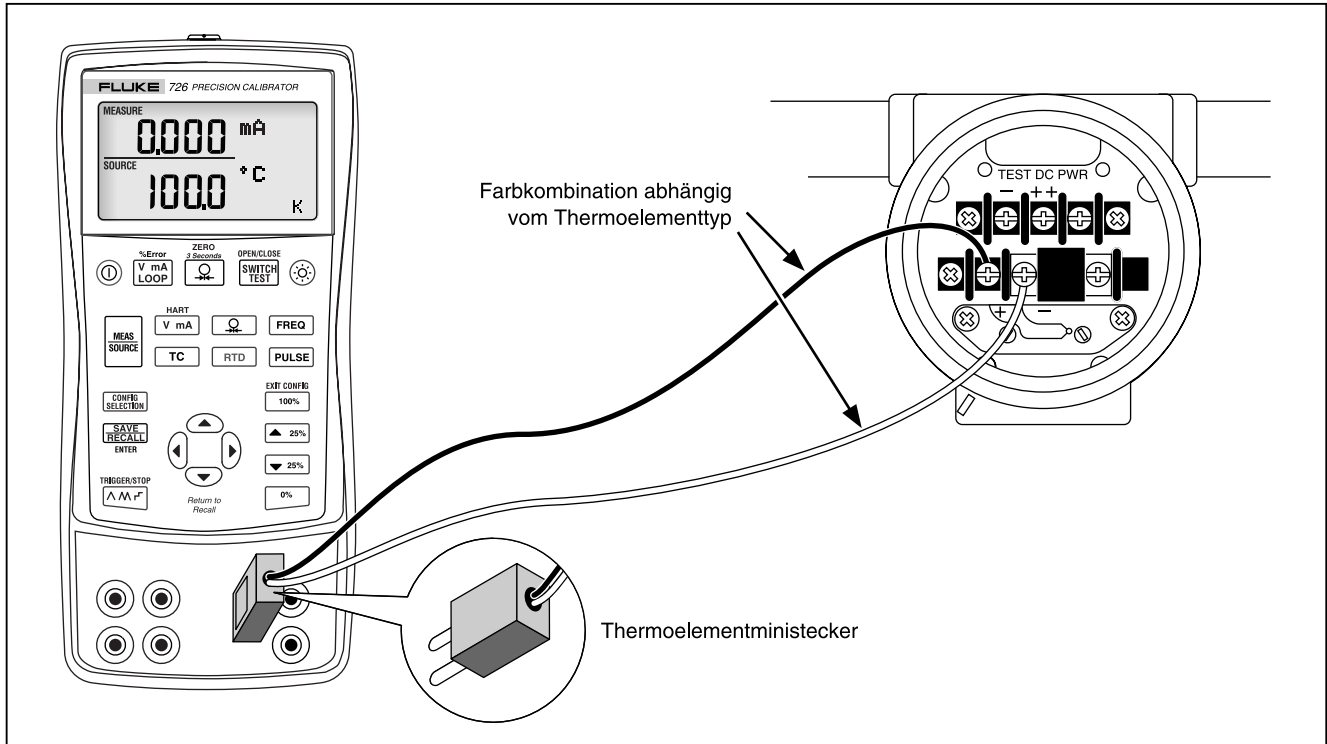

Abbildung 16. Verbindungen zum Simulieren eines Thermoelements
Diese Verbindung ist in Abbildung 16 dargestellt. Zum Simulieren eines Thermoelements wie folgt vorgehen:
1. Die Thermoelementleiter gemäß Abbildung 16 mit dem geeigneten Thermoelementministecker verbinden und dann in die TC-E/A-Buchse des Kalibrators einstecken.